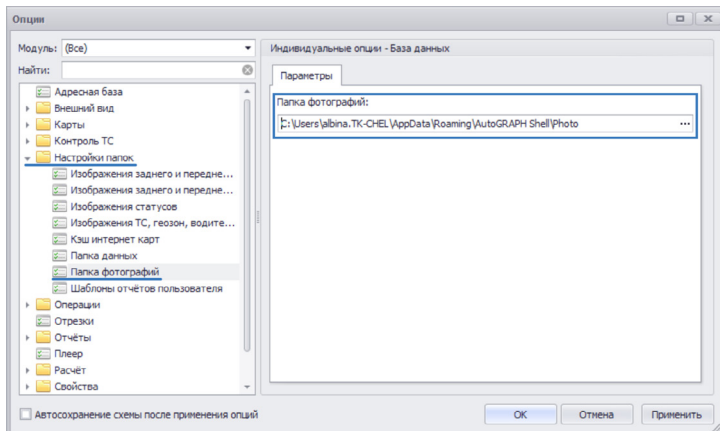

Рис.276. Загрузка фотографий с сервера.
- пользователь может выбрать любую папку для загрузки снимков. Для этого нужно перейти в меню «Опции» в раздел настроек *Настройки папок – Папка фотографий* и на вкладке Параметры задать путь к папке с фотографиями (**Рис.276**).